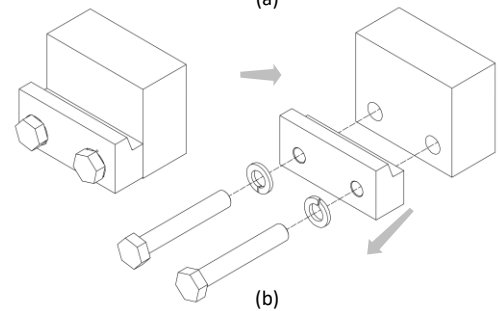

Figura 13
6. Rimuovere i ganci inferiori dall'attrezzatura e ingrassare i lardoni (vedi *Figura 13*).